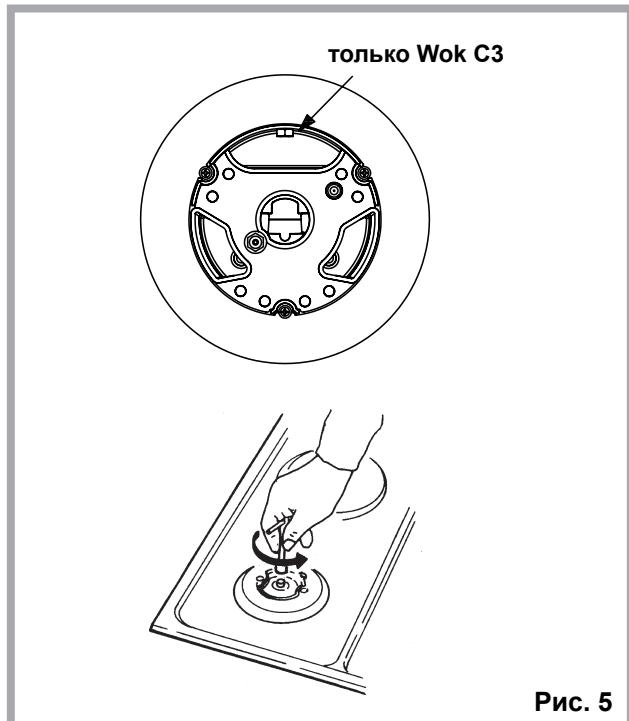

Рис. 5
Адаптация к различным типам газа (рис. 5)
- замените жиклеры (рис. 5) соответствующими типу газа, который будет использоваться (см. табл. Характеристики жиклеров);